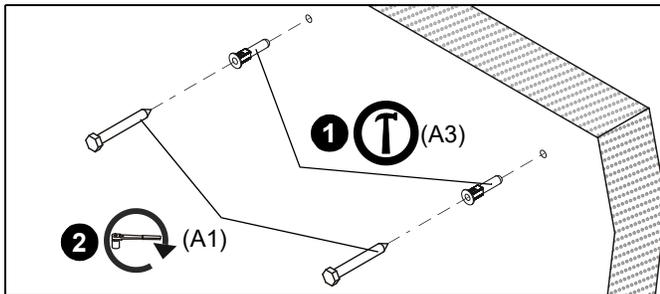

Figure 67
1. Installez une cheville (A3) dans chaque avant-trou à l'aide d'un marteau, en vous assurant que la cheville ne dépasse plus du mur. (Voir figure 67)